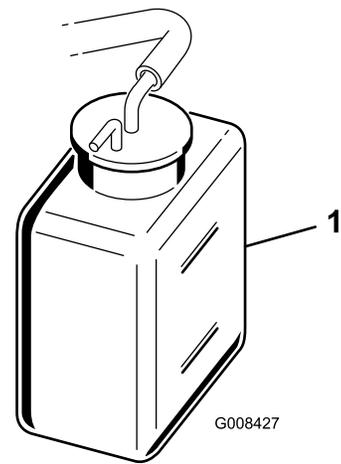

Figura 44
2. Compruebe el nivel de refrigerante (Figura 44).